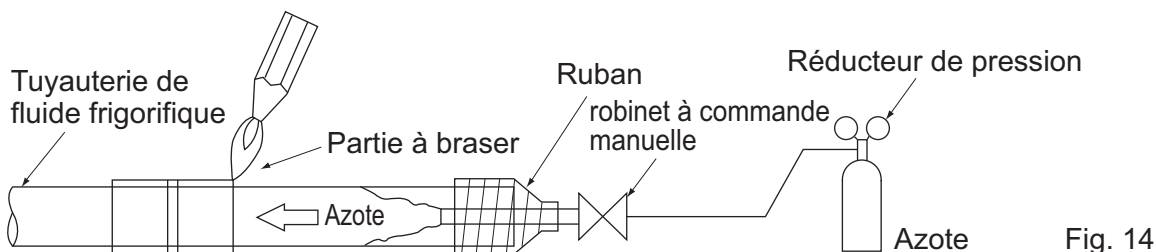

Fig. 14
- L'azote doit être réglé sur 0,02 MPa à l'aide d'une vanne réductrice de pression si vous soudez au laiton lors de l'introduction de l'azote dans les conduites. **(Reportez-vous à la Fig. 14)**